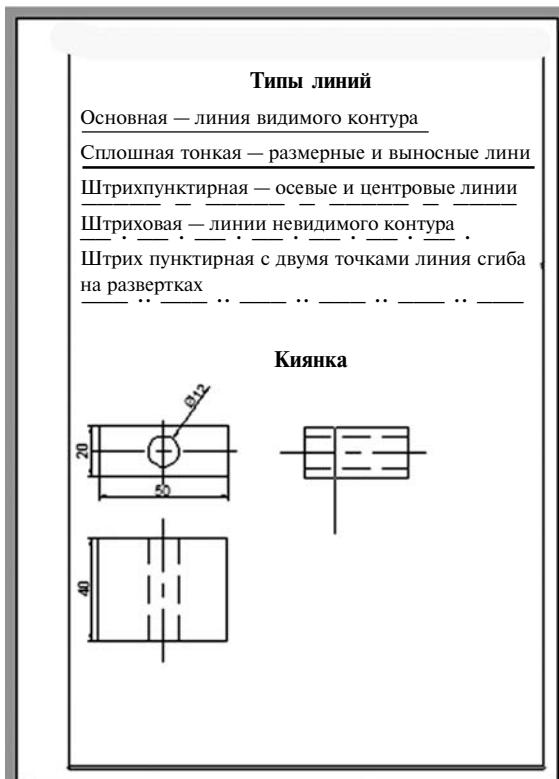

Рис. 3.21. Вид чертежа
12. Построить пять линий (рис. 3.21), размещенных на слое «Видимый контур».